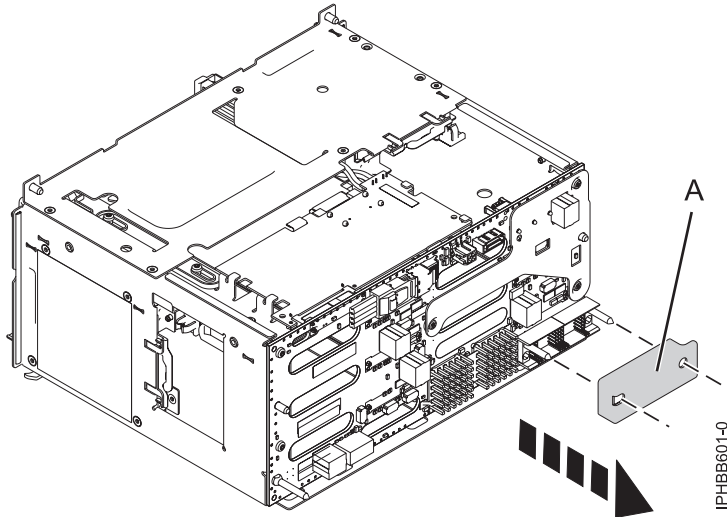

Figura 10. Removendo a tampa protetora do pinos do conector
3. Verifique se há uma tampa protetora que possa estar presente nos pinos do conector inferior direito. Se uma tampa protetora está presente, remova a tampa (A), conforme mostrado na Figura 10.